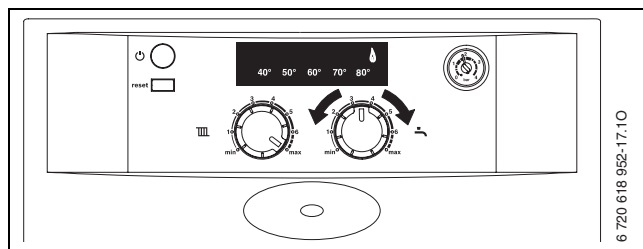

Fig. 34
- ▶ Tourner le sélecteur de température de départ chauffage  en position max. (→ fig. 34).